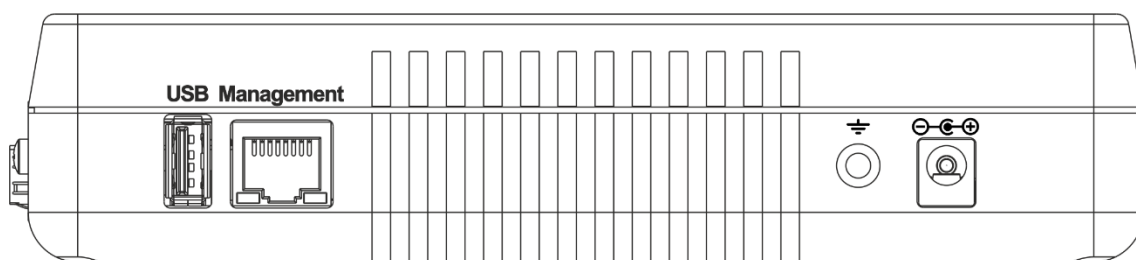

Рисунок 4.5. Разъёмы боковой панели
1. Подключить блок питания к разъёму питания (см. рис. 4.5), а затем к электрической розетке. После подключения загорается зелёным или оранжевым индикатор заряда батареи (см. рис. 4.3).